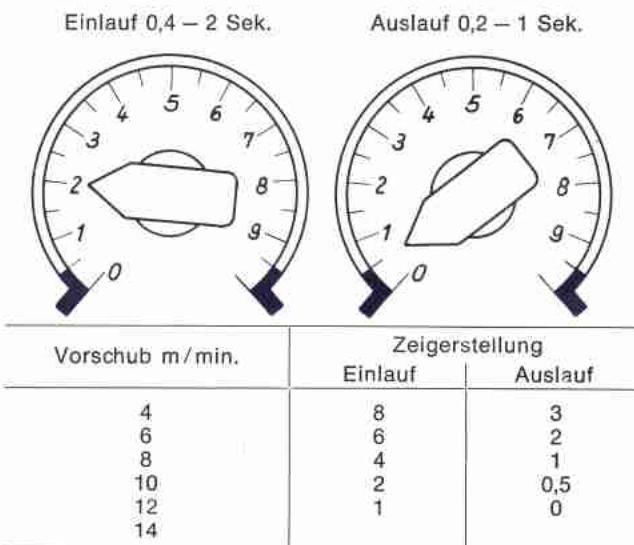

Abbildung 1
Die Schaltzeiten werden durch ein Verzögerungsrelais (1/2) bestimmt. Je nach Vorschubgeschwindigkeit des Transportbandes (10) muß die Schaltdauer am Einlauf- (1) und Auslaufverzögerungsrelais (2) eingestellt werden. (Abb. 1)